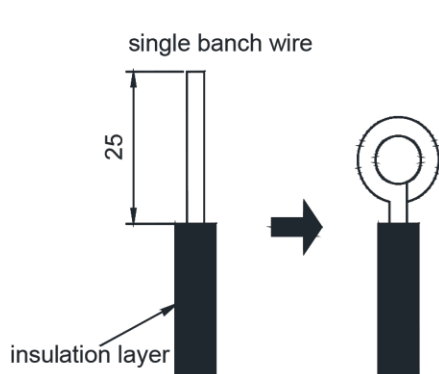

Рис.5.1.1
- (1) Подключение клеммной платы для проводов и плат (рис.5.1.1)